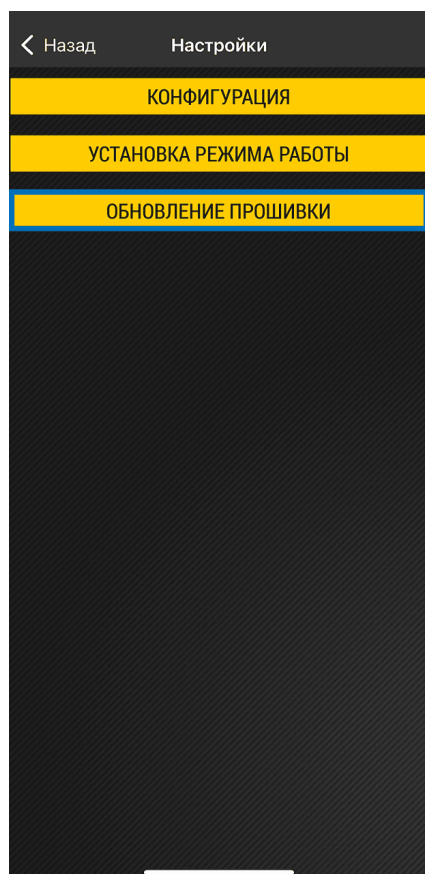

Рис.39. Меню «Настройки»
1. На рабочем экране выберите вариант **«Настройки»**, далее нажмите кнопку **«Обновление прошивки»** (Рис.39).